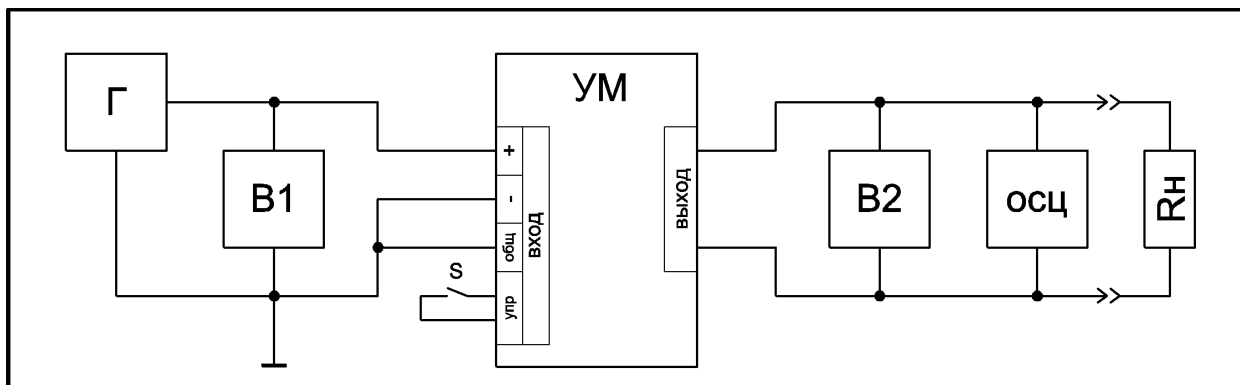

Рис.2 Схема измерений
10.4. Измерения проводят по несимметричной схеме подачи входного сигнала, приведенной на рис. 2. Генератор сигналов подключают поочередно ко входам 1, 2 и 3, подавая сигнал на контакты, обозначенные знаком «+», а контакты, обозначенные знаком «-» соединяют с общим проводом.(см. схемы разъемов). При подаче сигналов на вход 2 и 3 с помощью переключателя S подают сигналы управления для активации этих входов (см. п.п. 8.6., 8.7.)